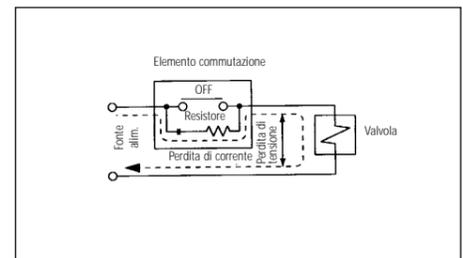

Fig. 12
3. Allentare le viti dei terminali sul bloccetto e inserire i fili spellati in base allo schema collegamenti (Fig. 12). Fissare ogni filo stringendo di nuovo la vite del terminale interessato.
#### Perdita di tensione (Fig. 12)